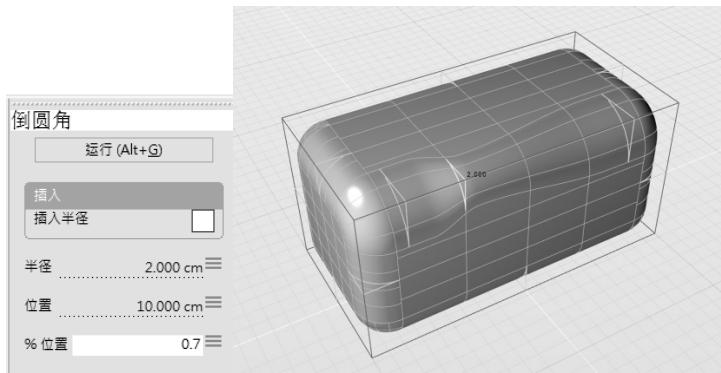

图 4-159 调整半径插入位置（左），运行后获得半径结果（右）
7) 点选该边上位于中部的半径，呈现亮黄色为选中状态。在右侧的控制面板中，将“%位置”参数设置为“0.7”。随后单击“运行 (Alt+G)”按钮执行此操作，获得结果如图 4-159 所示。